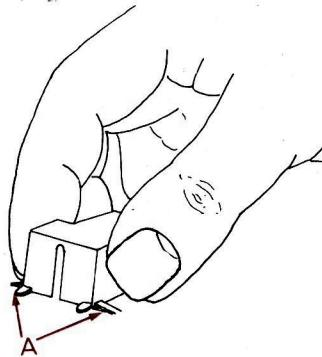

Fig. 7. Skifting av skalalampe
- Press sammen lampehuset til vingene slipper de utstansede tungene (A) på dekselet (fig. 7)